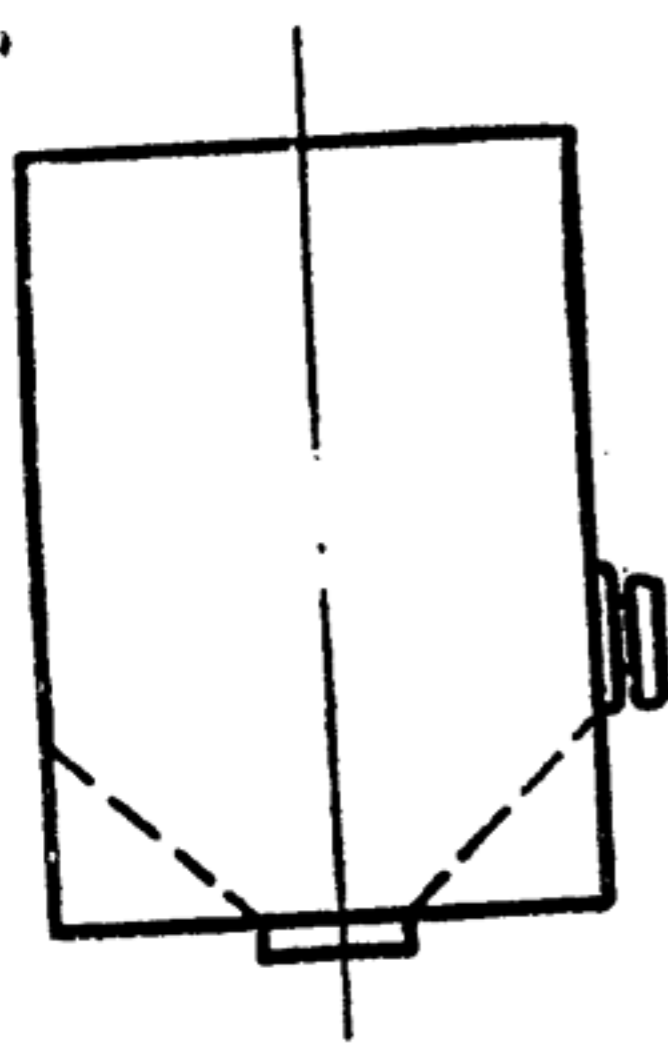

图8
(5) 平底中心出口料仓 (见图8)：由于静止角的原因，物料在底部会产生死角，形成料仓“底”，故振动器应安装在静止角斜面与料仓侧面相交点稍高的位置。